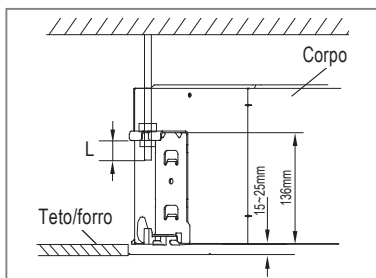

FIG. 18
- Ajuste a posição da unidade para garantir um espaçamento por igual entre e os lados e o teto/forro. A parte inferior da unidade deve ter uma diferença de altura entre 15mm e 25mm (Fig. 18) em relação ao teto.